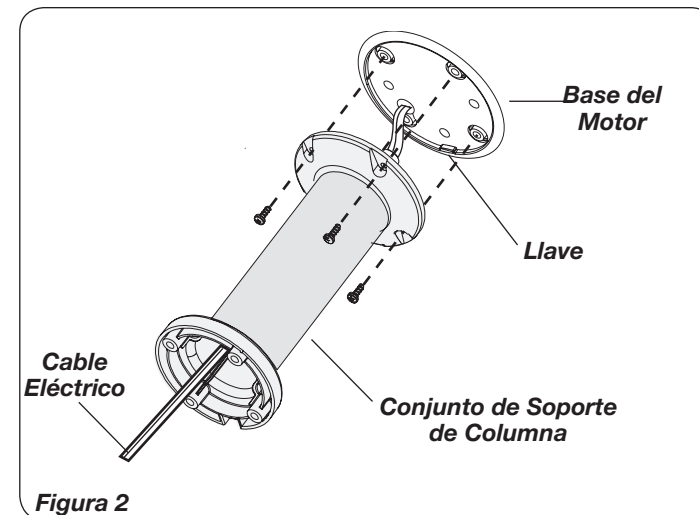

Figura 2
2. Una el **Conjunto de Soporte de Columna** a la **Base del Motor** con (4) tornillos M5 X 13mm. Cerciérese de que la **Llave** que está en la **Base del Motor** quede alineada con la **Muesca de Ubicación** en el **Conjunto de Soporte de Columna**. (Figura 2)